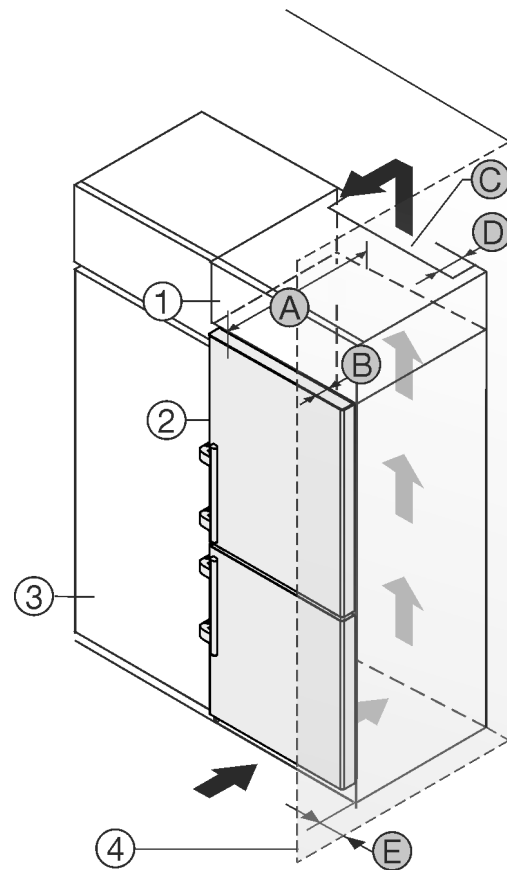

Fig. 2
Ju mund ta instaloni pajisjen direkt ngjitur me dollapin e kuzhinës Fig. 2 (3).\*
Në faqen e pasme të dollapit së montimit duhet të ketë një hapësirë ajrimi me thellësi Fig. 2 (D) në të gjithë gjerësinë e dollapit të montimit.\*
Nën mbulesën e hapësirës duhet respektuar seksioni tërthor i qarkullimit të ajrit Fig. 2 (C).\*
Nëse instaloni pajisjen me mentesha pranë një muri Fig. 2 (4), atëherë duhet që distanca midis pajisjes dhe murit të jetë të paktën 57 mm . Kjo përkon me zgjatimin e dorezës kur dera është e hapur.\*
Në mënyrë që dera të mund të hapet plotësisht, duhet që pajisja të dalë jashtë përpara kanatit të dollapit të kuzhinës sa thellësia e derës Fig. 2 (B). Në varësi nga thellësia e dollapëve të kuzhinës Fig. 2 (3) dhe përdorimi i ruajtësve të distancës nga muri, pajisja mund të dalë më shumë përpara dollapit.\*